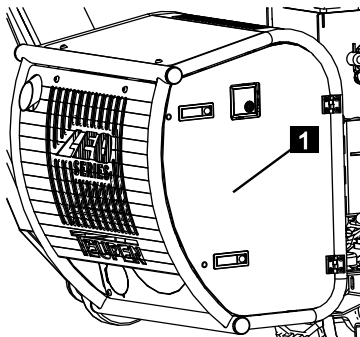

Fig. 191
1. Ouvrir le capot (Fig.191/1).